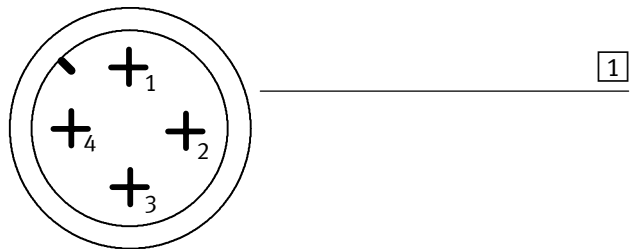

Bild 3/4: Pin-Belegung Spannungsversorgungsanschluss am Knoten
- Am Knotengehäuse (Erdungsanschluss siehe Bild 3/2).